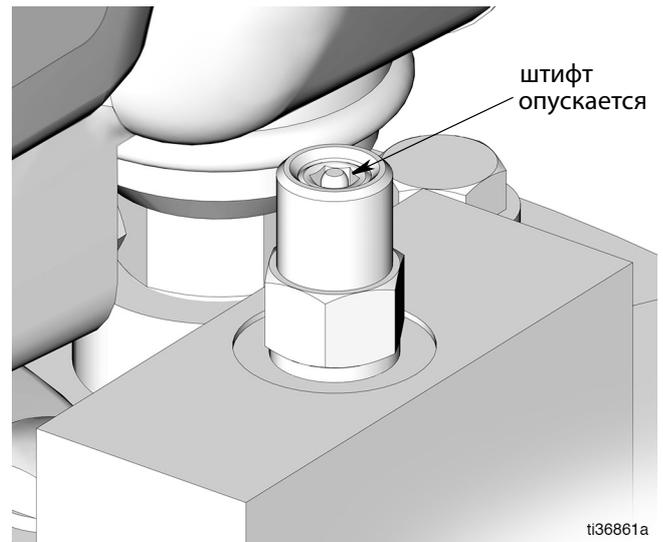

Рис. 17
Убедитесь, что штифт устройства отключения автозаполнения(S) опустился. См. раздел Рис. 17, стр. 17.